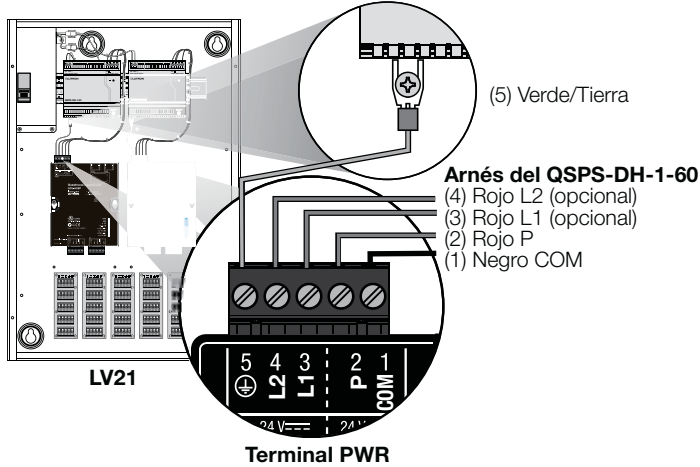

Figura 3: LED de diagnóstico
- Verifique la operación:** Confirme que la unidad esté energizada observando el LED PWR ubicado en la parte delantera del mismo. Puede obtenerse más información de diagnóstico en los LED de diagnóstico adicional de la unidad. Para obtener una explicación de los LED de diagnóstico consulte la **Figura 3**.